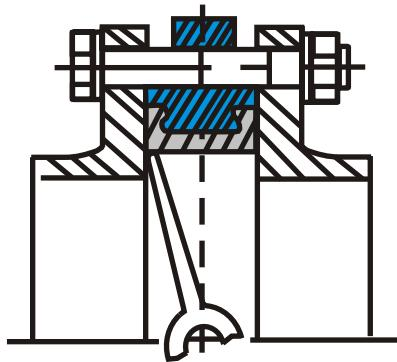

Рис. 1 (неправильно)
- Использование фланцев с внутренним диаметром меньше名义ального диаметра затвора может привести к блокировке диска, что в свою очередь вызовет серьезное повреждение диска поворотного затвора (рис. 1). Для фланцев изготовленных согласно стандартам указанным в таблице выше при правильной установке затворов ABRA, такой неприятности не случится.